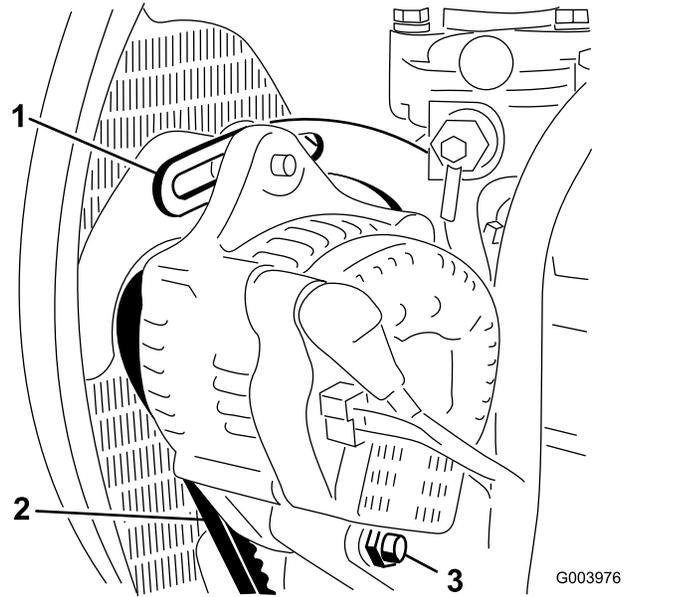

图68
2. 检查交流发电机皮带张紧力的方法使用 10kg 的力按压交流发电机和曲轴箱皮带轮之间的皮带图68 中间位置。
3. 松开将皮带环形支架固定到发动机图68的螺栓以及将交流发电机固定到皮带环形支架上的螺栓和枢轴螺栓。